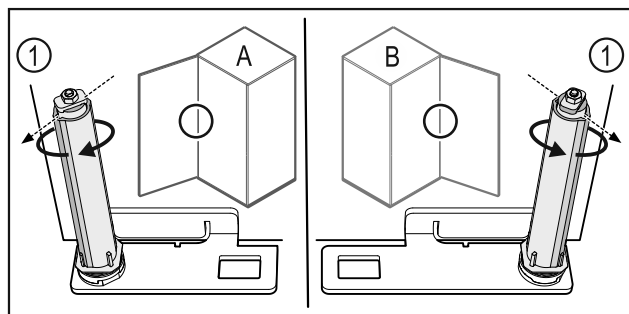

Fig. 61 Μεντεσέδες αριστερά (A) / Μεντεσέδες δεξιά (B)
- Περιστρέψτε το σύστημα κλεισίματος κόντρα στην αντίσταση, μέχρι ο κορμός του συστήματος κλεισίματος Fig. 61 (1) να είναι στραμμένος προς τα έξω.